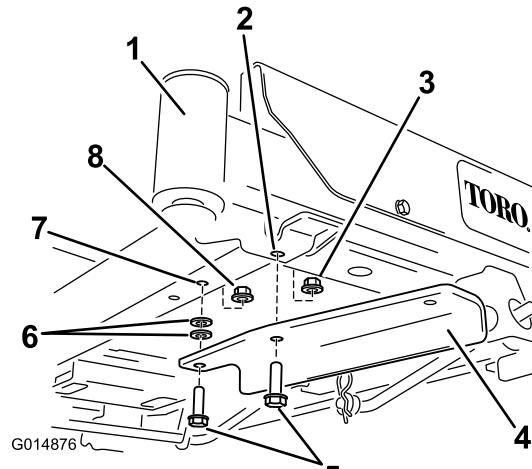

Figure 6
- Pour les machines sans pédale d'aide au relevage : fixez le support au moyen de deux boulons (3/8 x 1 1/4 po), deux rondelles et deux contre-écrous (3/8 po) (Figure 6).